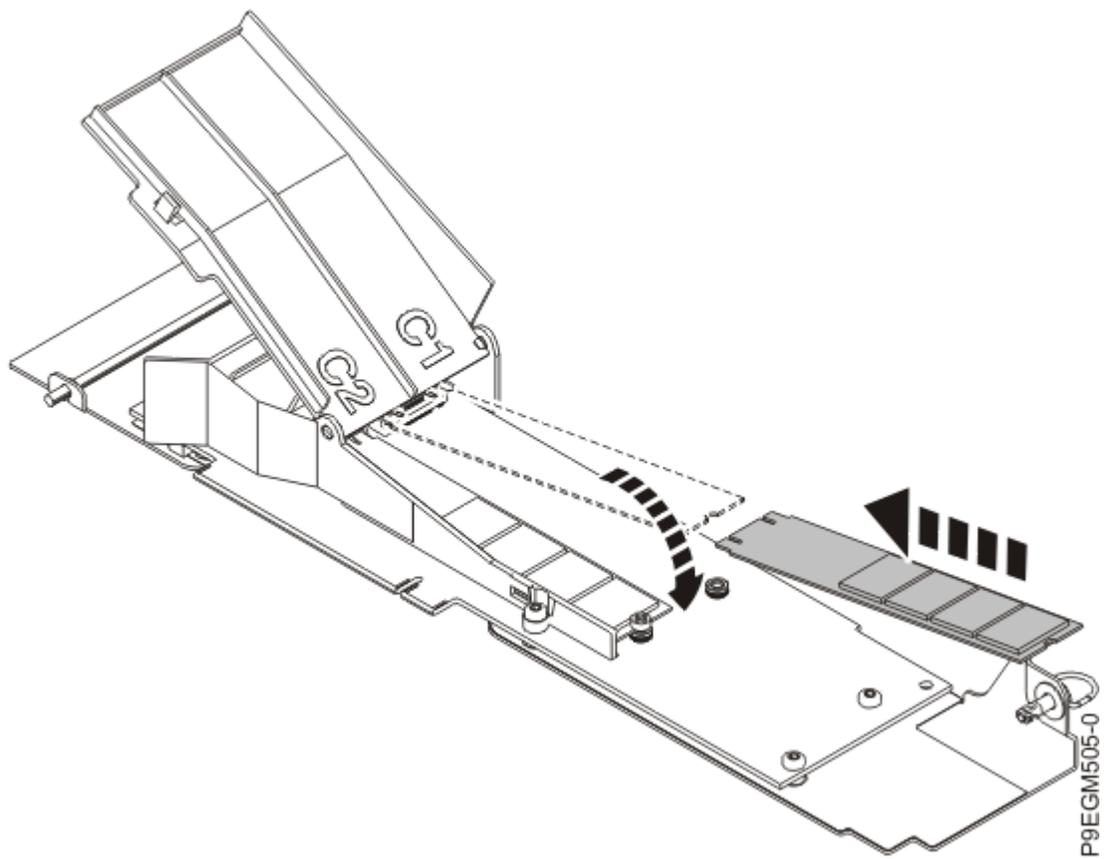

図 32. NVMe M.2 フラッシュ・モジュールの取り付け
2. 新しい NVMe M.2 フラッシュ・モジュールのいずれかをスライドさせて NVMe M.2 キャリア・カード・ソケットに入れます。38 ページの図 32 を参照してください。